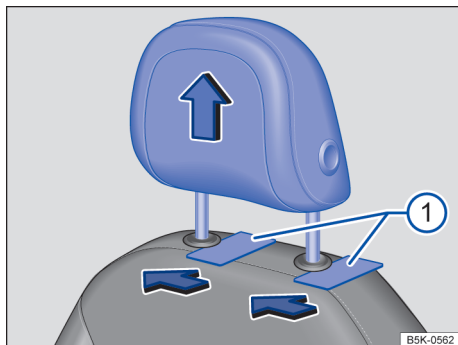

Fig. 82 Desinstalação dos apoios de cabeça dianteiros.
- Para o desbloqueio, introduza alguns objetos chatos (cartões de plástico, por exemplo) entre o revestimento do encosto e as tampas das barras do apoio de cabeça → Fig. 82 ① enquanto a segunda pessoa extrai totalmente o apoio de cabeça.